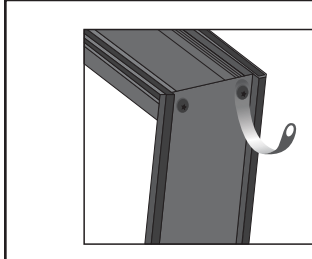

Figura 7 - Posicionamento do chumbador.
k) Efetue o dobramento de todos os chumbadores com uma chave de fenda, conforme figura 7.